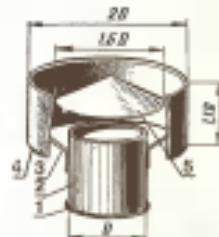

Рис. 7. Простойший дефлектор:
**Простойший дефлектор — цилиндрический** (рис. 7). Делают его из того же материала, что и дымоход. Диаметр заготовки для